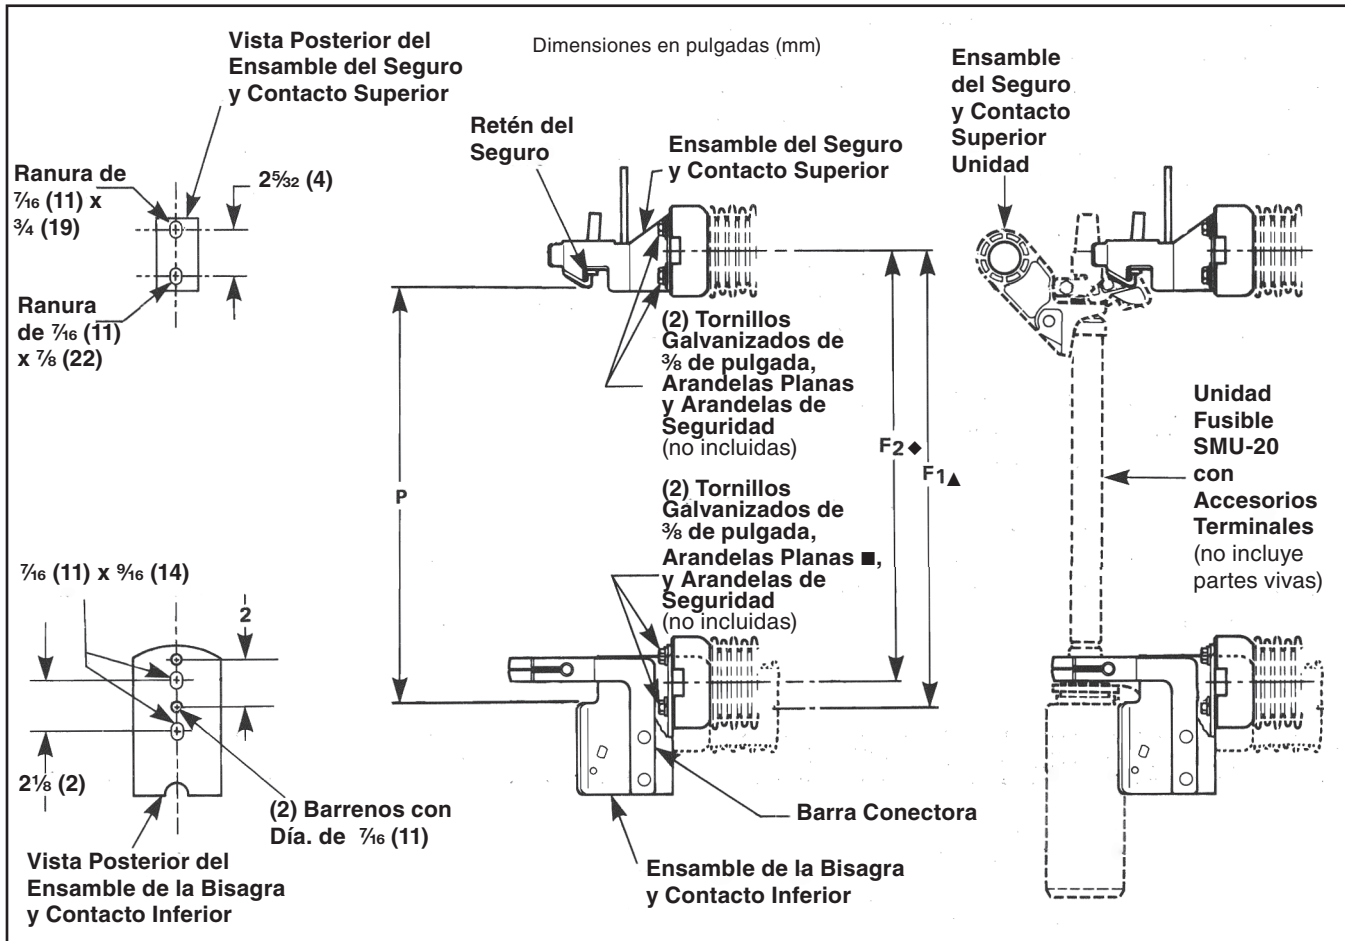

Figura 1. Dimensiones para montar las partes vivas de los Fusibles de Potencia SM-20.
**PASO 1.** Instale los aisladores (no se incluyen con las partes vivas) utilizando distancias de centro a centro, tal y como se indica en la Dimensión "F1" o "F2", en la Figura 1, según corresponda.
**PASO 3.** Empotre el ensamblaje de la bisagra y contacto inferior sobre su aislador utilizando dos tornillos de montaje● éstos deben estar un poco apretados pero lo suficientemente flojos como para permitir el movimiento del ensamblaje dentro de los límites de las ranuras o barrenos de montaje, según corresponda. Ver Figura 1.
**PASO 5.** Mientras la unidad fusible está en la posición de **Cierre** total, mida con precisión la distancia entre el borde inferior del retén del seguro del ensamble del seguro y contacto superior y el “hombro” en el ensamble de la bisagra y contacto inferior (Dimensión “P” en la Figura 1). Mueva el ensamble del seguro y contacto superior hacia el ensamble de la bisagra y contacto inferior o aléjelo de éste según sea necesario para que la dimensión quede dentro de los límites especificados en la Figura 1 en la página 6.